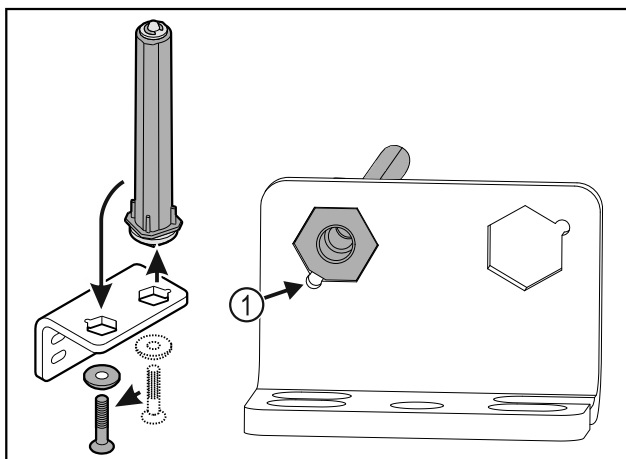

Fig. 39
- ▶ Verificare che durante l'inserimento lo smusso del perno Fig. 39 (1) sia rivolto verso il foro circolare.